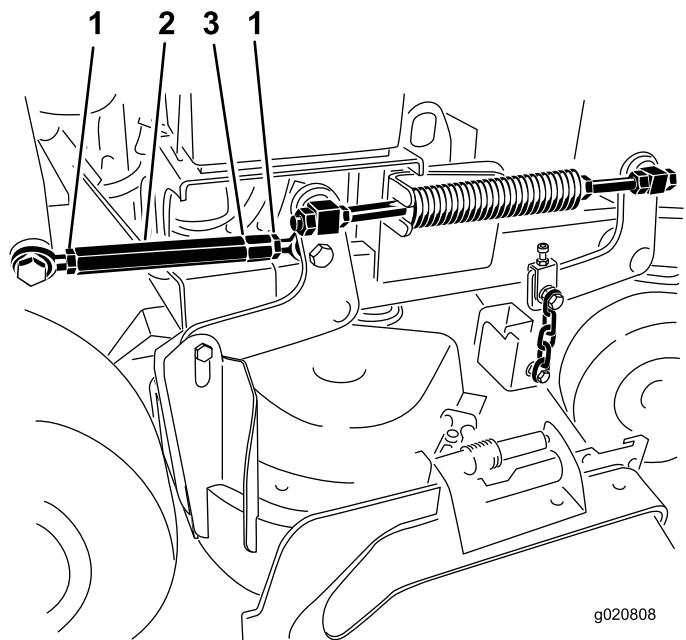

Figura 87
4. Afloje las contratuercas en ambos extremos del tensor (Figura 87).
Nota: El extremo del tensor que tiene la muesca mecanizada tiene rosca a izquierdas (Figura 87).